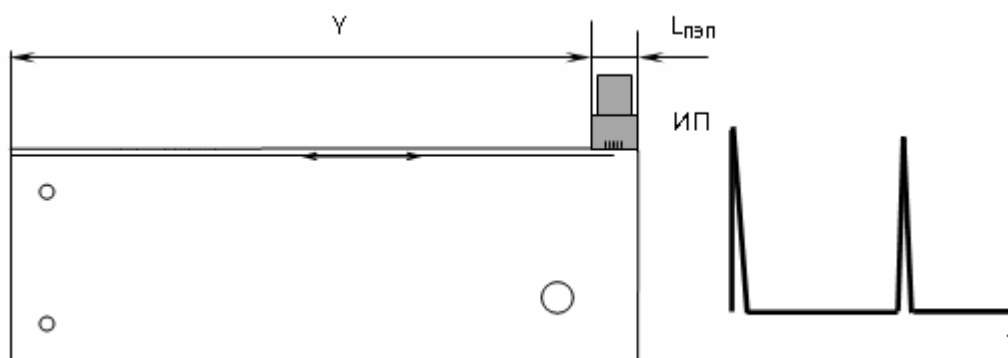

Рисунок 7.10
- б) установить ПЭП на поверхность образца СО-2 со стороны шкалы " α° " так, чтобы задняя грань ПЭП располагалась у правой боковой поверхности образца (рисунок 7.10). При этом на поверхности образца в пределах расстояния Y контактирующая жидкость должна отсутствовать;